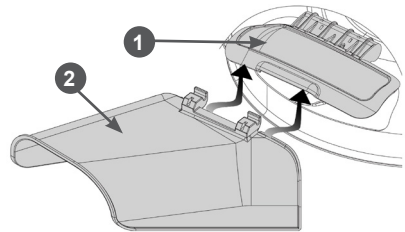

Рис. 4 Установки направляющей бокового выброса травы
3. Установите направляющую бокового выброса травы. Для этого одной рукой поднимите крышку 1 бокового выброса травы, другой рукой зацепите крючки направляющей 2 бокового выброса за ось крышки 1, после чего отпустите направляющую 2 и медленно отпустите крышку 1 отверстия бокового выброса (Рис. 4).